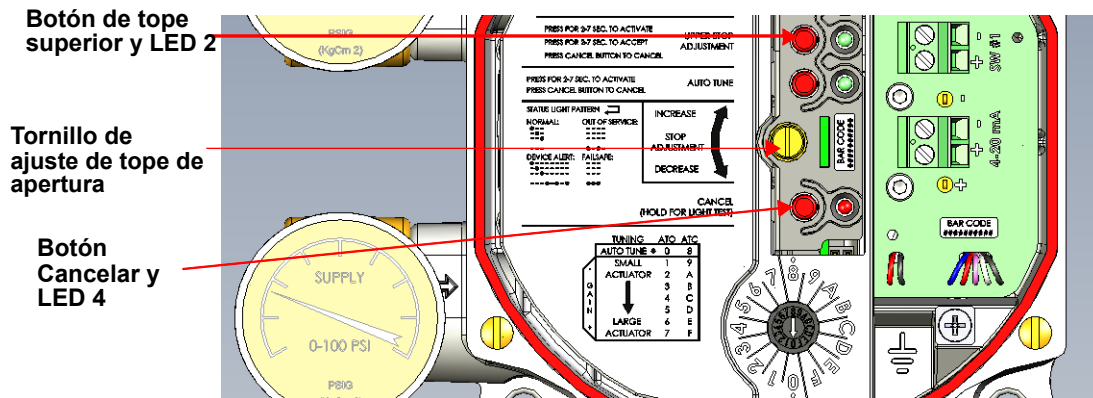

Figura 26 - Tornillo de ajuste de tope de apertura
2. Mueva la válvula a la ubicación deseada por medio del *tornillo de ajuste de tope de apertura* (Figura 26).